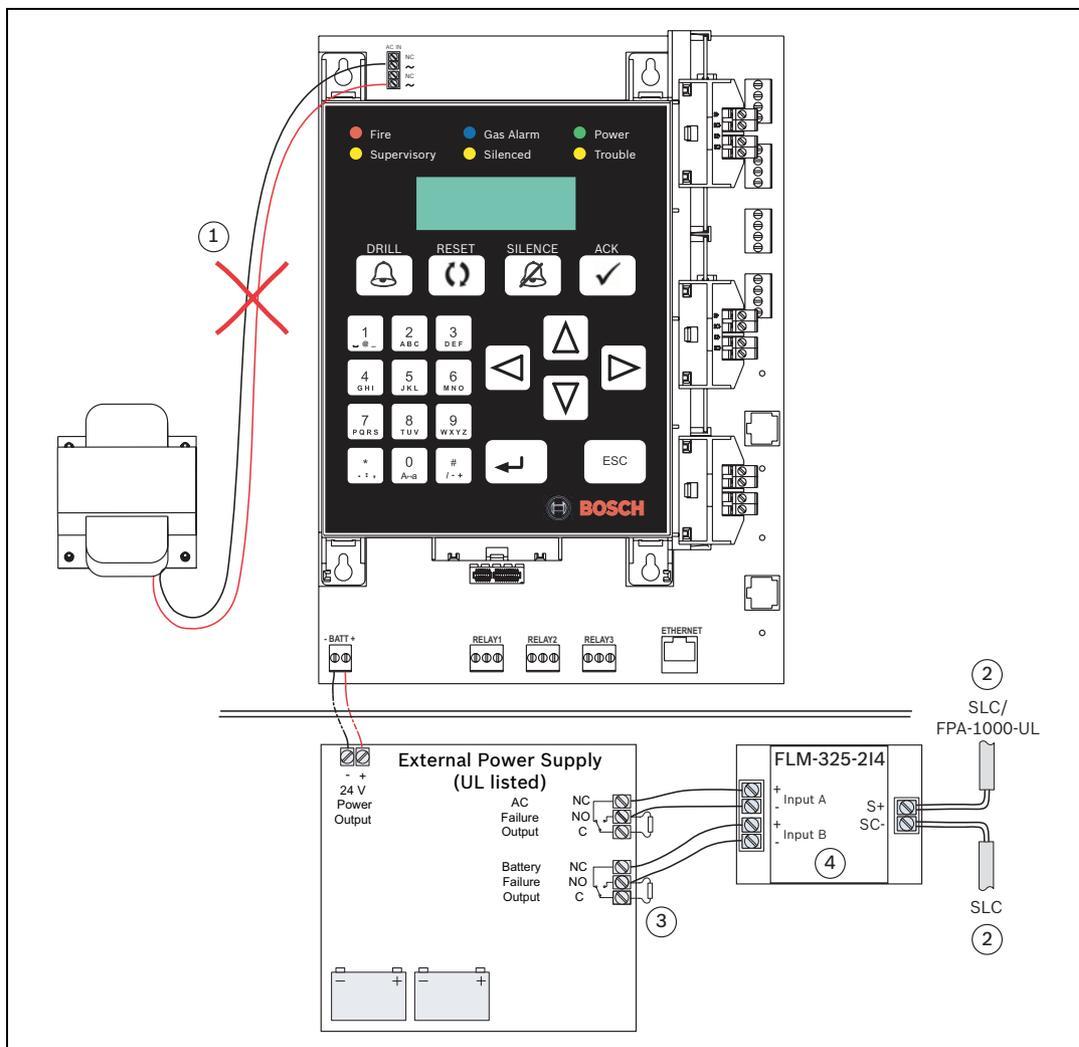

Figura 4.34 Conexión de una Fuente de Alimentación Externa y el Módulo de Monitoreo de Doble Entrada FLM-325-214
1. Desconecte el transformador de los terminales de CA (consulte la *Figura 4.34*, elemento 1).
Conecte cada lado al siguiente dispositivo del SLC o un lado al Módulo Enchufable FPE-1000-SLC de la central FPA-1000-UL y, el otro lado, al siguiente dispositivo del SLC (consulte la *Figura 4.34*, elemento 2).
3. Instale en la Fuente de Alimentación Externa, entre los terminales NO y C, un dispositivo RFL listado UL (Hochiki P/N 0400-01000, 22 kΩ) uno en la salida de falla de CA y otro en la salida de falla de Baterías (consulte la *Figura 4.34*, elemento 3).
4. Respete las reglas de programación de FLM-325-214 (consulte la *Figura 4.34*, elemento 4):